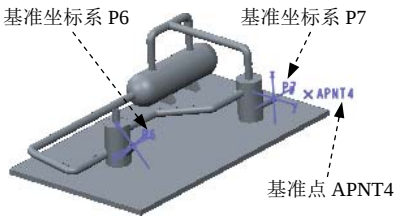
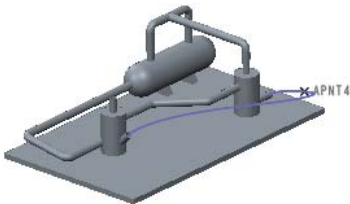

图 16.2.40 选取参考基准
图 16.2.41 定义管道参考
Step1. 在 **管道** 功能选项卡的 **布线** 区域中单击“设置起点”按钮 ，在系统弹出的菜单管理器中选择 **Entry Port (入口端)** 选项，然后选取图 16.2.40 所示的基准坐标系 P6 为管道布置
Step2. 定义管道参考。在管道功能选项卡的布线区域中单击“至点/端口”按钮，系统弹出“到点/端口”对话框，选取图 16.2.40 所示的基准点 APNT4 为参考，单击按钮；再次单击“至点/端口”按钮，选取图 16.2.40 所示的基准坐标系 P7 为管道布置参考，单击按钮，结果如图 16.2.41 所示。